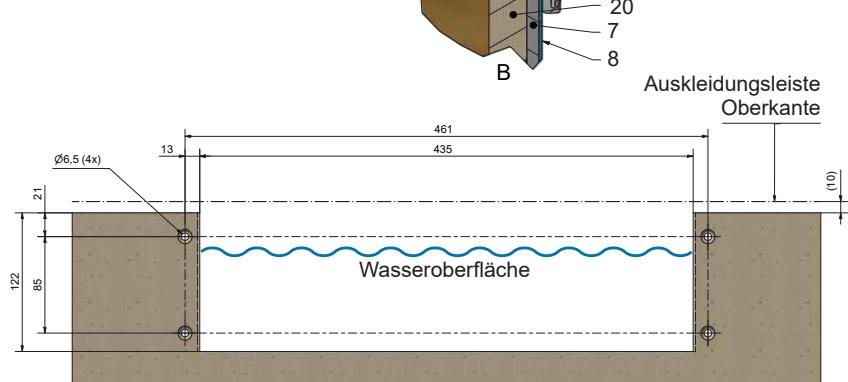

Abbildung 3
1. Ein Loch in den Rahmen für die Überlaufeinrichtung bohren, Abmessungen und Anordnung gemäß Abbildung 3.
4. Das Abflussrohr (14) mit geeignetem PVC-Kleber in die Muffe (15) kleben und mit beiliegender Dichtung und Nippel (16) in der Überlaufeinrichtung montieren. Die Rohrverbindungsstücke mit der Überlaufeinrichtung verbinden.
6. Die Klappe (17) anbringen und auf korrekten Sitz und Beweglichkeit prüfen.
7. Die selbstklebende Dichtung (7) an der Vorderkante der Überlaufeinrichtung (zum Pool hin) anbringen.
10. Die äußere Dichtung (9) und den Befestigungsrahmen (10) einbauen - zuerst befestigen und dann über Kreuz festziehen.
11. Die Auskleidung vorsichtig an der Innenseite des Befestigungsrahmens (10) abschneiden.